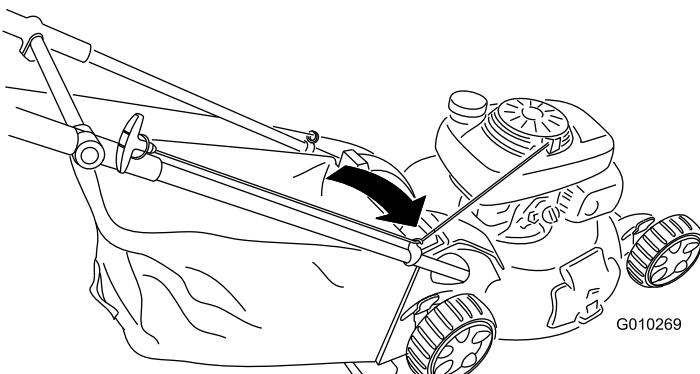

Figure 29
- Faites passer le câble du lanceur autour du guide inférieur (Figure 29).